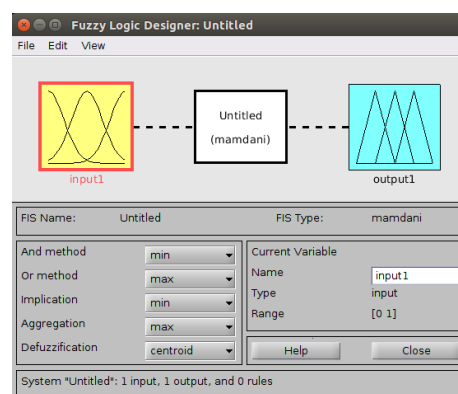

Figura 4. Interfaz de creación de controladores borrosos.
- Ejecute el comando “fuzzy” en la consola de Matlab para crear un controlador borroso mediante la toolbox de Matlab de control borroso. Se abrirá la interfaz que se muestra en la Figura 4.